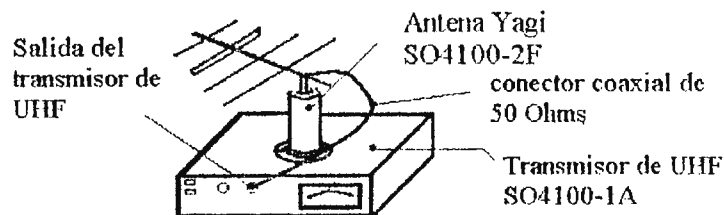

FIGURA 5.
1. Conecte la antena Yagi (SO4100-2F) al transmisor de UHF (SO4100-1.A) por medio de un conector coaxial de 50Ω, la forma de realizar esta conexión se muestra en la figura 5.